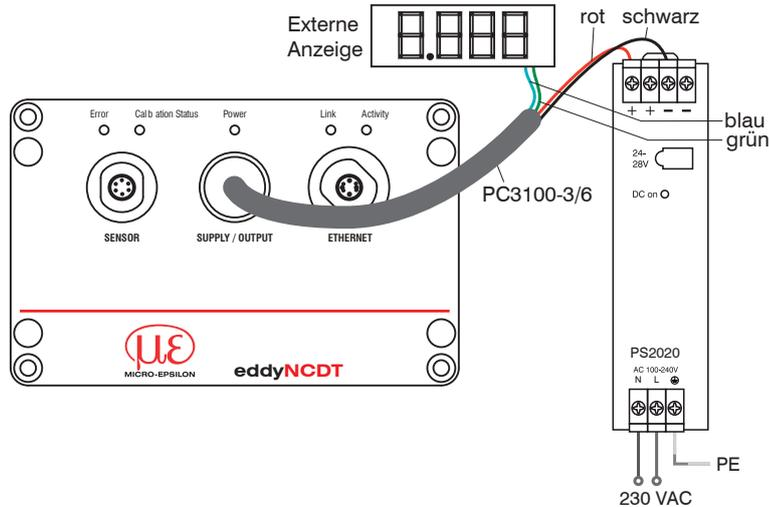

Abb. 22 Versorgung eines Controllers DT 3100 mit einem PS2020
- an die 6-polige Einbaubuchse (Supply/Output, siehe Abb. 22) am Controller an.